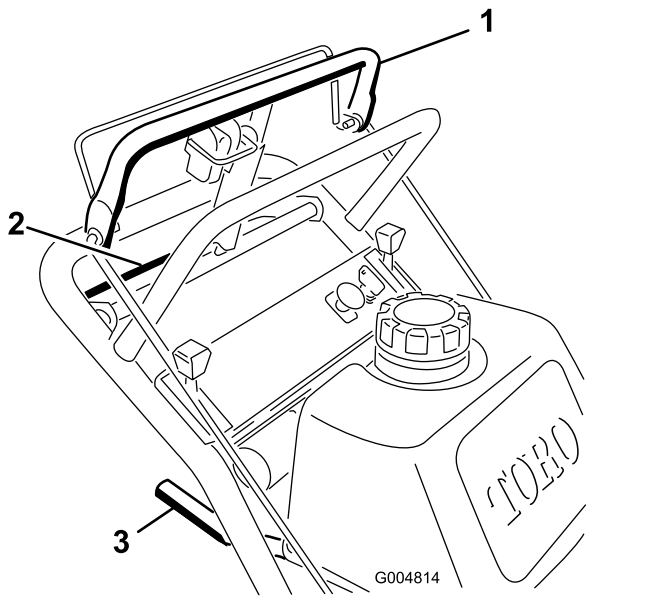
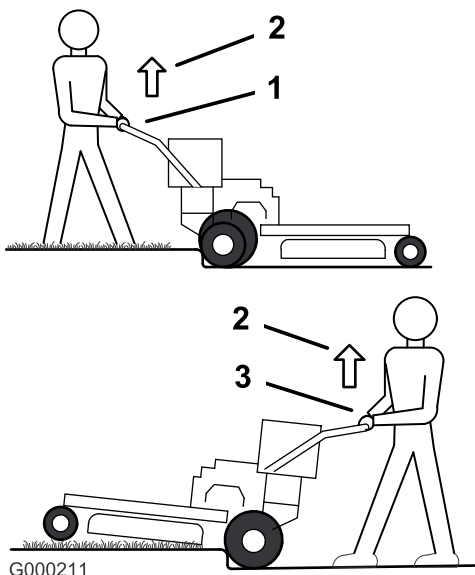

Рисунок 10
Рисунок 11
1. Для движения вперед переведите рычаг переключения передач на передачу переднего хода (Рисунок 10).
3. Медленно нажмите на верхнюю штангу управления для движения вперед (Рисунок 10).
Для движения по прямой линии нажимайте с одинаковым усилием на оба конца верхней штанги управления (Рисунок 10).
Для поворота ослабьте нажим на ту сторону верхней штанги управления, в которую вы хотите повернуть (Рисунок 10).
3. Для движения задним ходом медленно прижмите нижнюю штангу управления к нижней рукоятке (Рисунок 10).
3. Перемещайте машину до контакта поворотных колес с бордюром (Рисунок 11).
4. Поднимите переднюю часть машины, нажав вниз на нижнюю рукоятку (Рисунок 11).
5. Перемещайте машину до контакта ведущих колес с бордюром (Рисунок 11).
6. Опустите переднюю часть машины (Рисунок 11).
7. Одновременно с этим включите нижнюю штангу управления и поднимите вверх за нижнюю рукоятку, чтобы машина заехала на бордюр (Рисунок 10 и Рисунок 11).
3. Перемещайте машину до контакта ведущих колес с бордюром (Рисунок 11).
4. Одновременно с этим задействуйте нижнюю штангу управления и поднимите вверх за нижнюю рукоятку (Рисунок 10 и Рисунок 11).